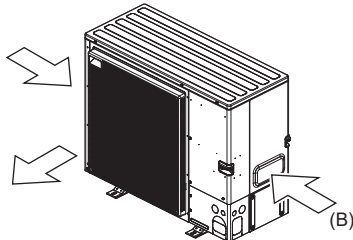

Fig. 2-6
- (3) Placera om det går enheten så att luftutblåset blåser vinkelrätt mot den säsongsbetingade vindriktningen. (Fig. 2-6)